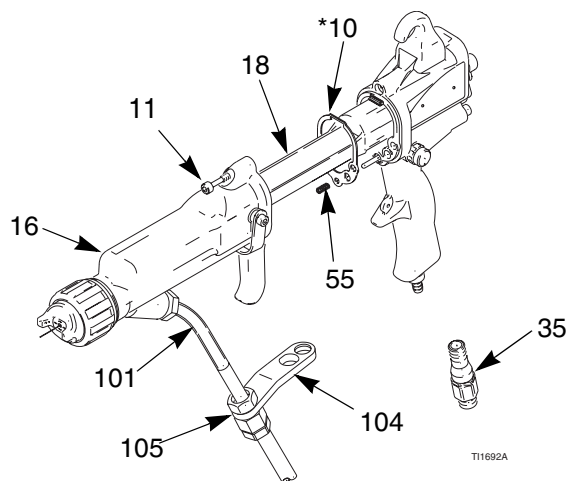

Fig. 29. Remontage du canon
1. S'assurer que le joint (10*) et le ressort de mise à la terre (55) sont en place. Veiller à ce que les trous d'air soient bien alignés. À remplacer si endommagé. Voir FIG. 29.
2. Enfiler le canon (16) sur le bloc d'alimentation (18) et l'emboîter sur la crosse du pistolet (17).
3. Resserrer les trois vis (11) alternativement et uniformément (environ 1/2 tour après serrage au contact).